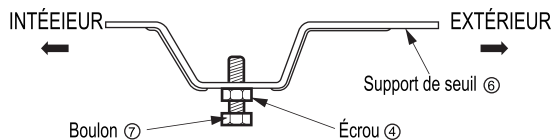

Fig. 3
3. Assemblez le support de seuil ⑥ à l'aide des pièces illustrées dans la fig. 3 mais ne serrez pas. (Fig. 3)